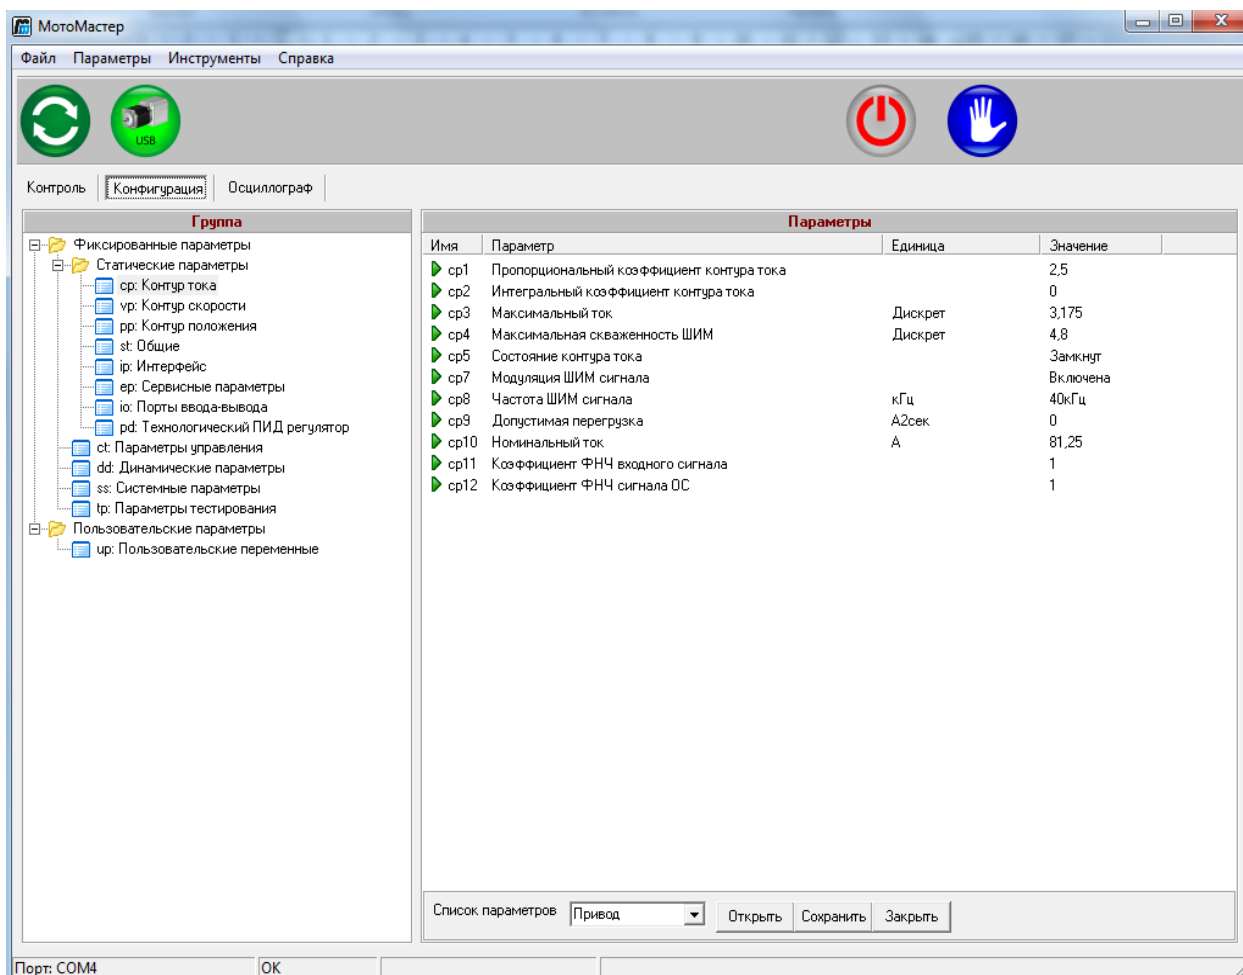

Рис. 1 Графический интерфейс программы MotoMaster©
3. Включите силовую часть сервопривода. Примерно через одну минуту после включения силовой части открывается графический интерфейс программы МотоМастер© для выбранного сервопривода (на рис. 1 открываются столбцы «группы», параметры» и т.д.).
- 5.3. В режиме «Конфигурация» графического интерфейса программы MotoMaster© (рис.1) перейдите к вкладке «Статические параметры/Контур позиции».
- 5.6. В окне на рис. 1 перейдите к вкладке «Параметры тестирования» (Таблица 1).